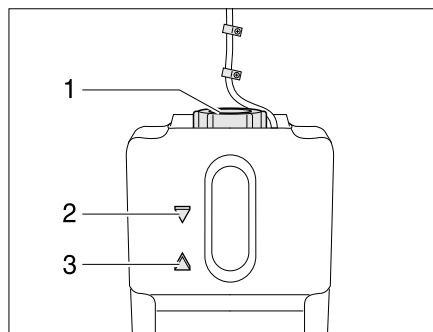

Bild 167 Ausgleichsbehälter Warmwasser-Heizung
- Prüfen, ob am Ausgleichsbehälter (Bild 167) die Flüssigkeit zwischen der Markierung "MIN" (Bild 167,3) und "MAX" (Bild 167,2) steht.
- Am Ausgleichsbehälter den Drehverschluss (Bild 167,1) aufdrehen.